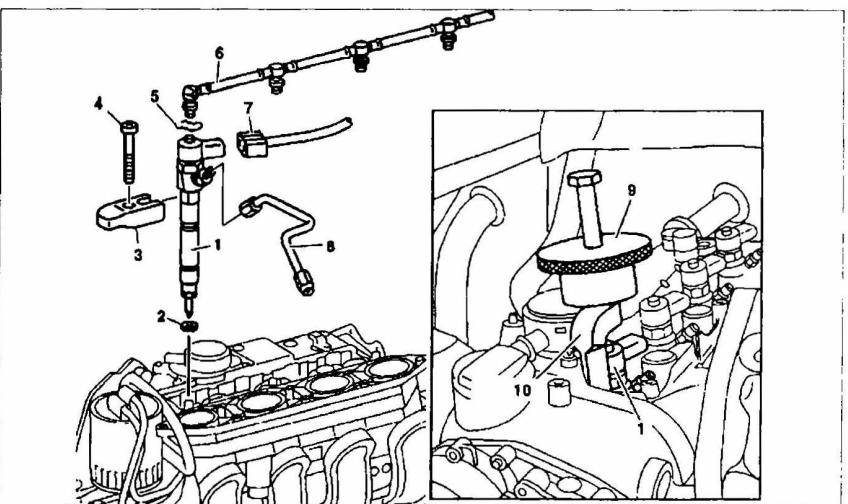

Рис. 34. Снятие и установка форсунки:
3. Снимите топливопроводы **8** высокого давления (рис. 34).